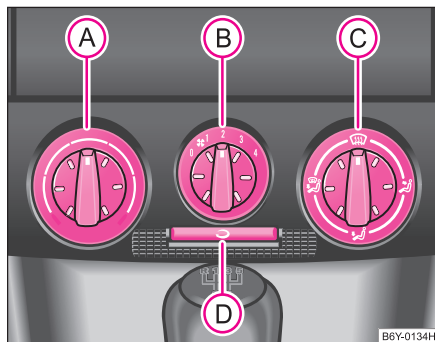

Abb. 85 Heizung:
- Drehen Sie den Drehregler **A** ⇒ Abb. 85 nach rechts, um die Temperatur zu erhöhen.
- Drehregler **A** ⇒ Seite 94, Abb. 85 bis zum Anschlag nach rechts,
- Drehregler **(A)** ⇒ Seite 94, Abb. 85 bis zum Anschlag nach links,
- Drücken Sie die Taste , das Tasten-Symbol  leuchtet auf ⇒ Seite 94, Abb. 85.
Wenn der Luftverteilungsregler **(C)** in der Position  ⇒ Seite 94, Abb. 85 steht, wird der Umluftbetrieb automatisch ausgeschaltet.
Die Luftzufuhr für die einzelnen Düsen stellen Sie mit dem Luftverteilungsregler **C** ein \Rightarrow Seite 94, Abb. 85. Die Luftaustrittsdüsen **3** und **4** können einzeln geschlossen und geöffnet werden.
Aus den geöffneten Luftaustrittsdüsen strömt je nach Stellung des Drehreglers **A** \Rightarrow Seite 94, Abb. 85 und nach Klimabedingungen erwärmte oder nicht erwärmte Luft. ■